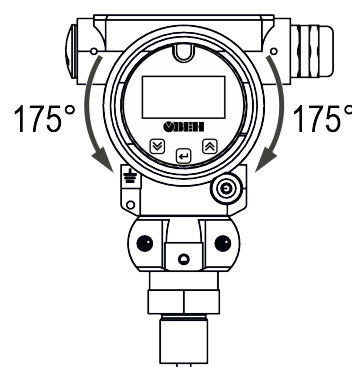

Рисунок 6.7 – Поворот ЖКИ
2. Взяться за выступающую часть корпуса блока индикации и повернуть его на требуемый угол (см. рисунок 6.7).